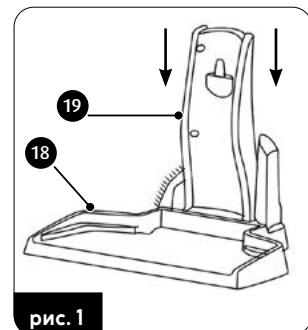

рис. 1
- Соберите док-станцию (подставку) правильно - прикрепите корпус (19) к основанию док-станции (18) как показано на рисунке (рис.1). Демонтаж док-станции возможно после разблокировки замка на нижней стороне основания (18). В направляющие (21) установите держатели (22), в которых можно парковать дополнительное оборудование пылесоса.